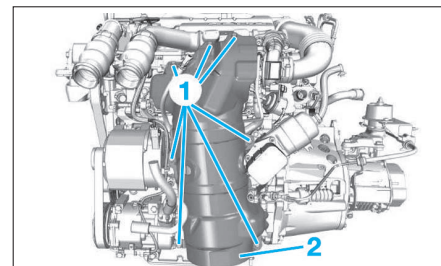

Fig. 58
- les vis (1) puis l'écran thermique (2) (Fig.58),